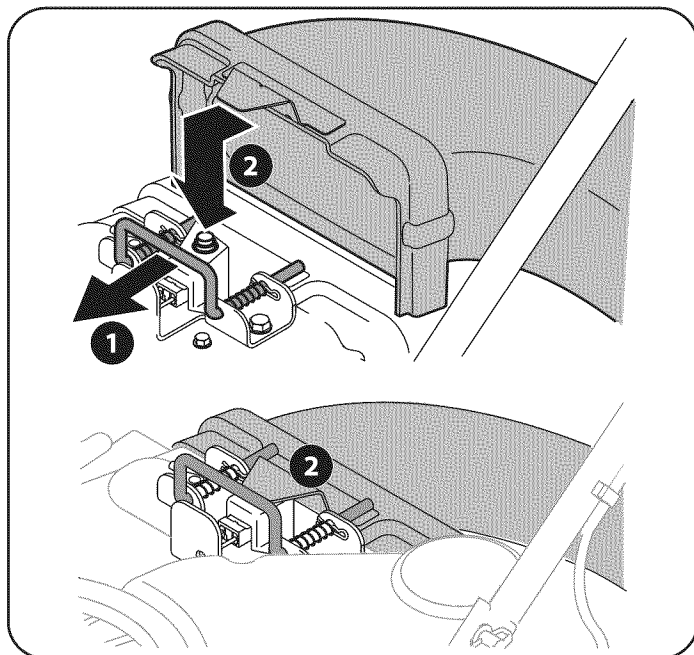

Figura 8
1. Tome el canal de soplado con una mano y deslice la varilla de seguridad del soporte de montaje hacia el motor con la otra mano. Use el extremo del soporte de montaje como palanca cuando deslice la varilla de seguridad. Vea la Figura 8.